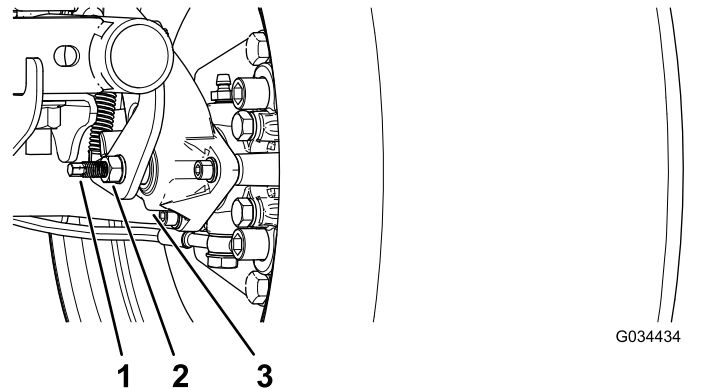

Figura 52
3. Utilizând 2 chei, ineți în poziție piciorul de reglare de pe etrier cu o cheie și slăbiți contrapiulia cu un sfert (1/4) de tură cu cealaltă cheie (Figura 52).
4. În timp ce ineți în poziție piciorul de reglare și contrapiulia, rotiți piciorul de reglare pentru a-l strânge (Figura 52).
5. În timp ce ineți în poziție piciorul de reglare și contrapiulia, slăbiți cu un sfert (1/4) de tură (Figura 52).
6. În timp ce ineți în poziție piciorul de reglare și contrapiulia, strângeți contrapiulia (Figura 52).